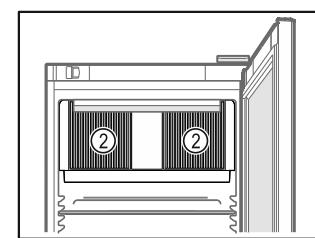

Fig. 40
- Udržiavajte voľné vetracie štrbinu Fig. 40 (2) cirkulačného ventilátora vo vnútornom priestore.